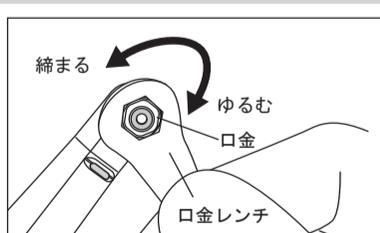

図9
- 2) 付属の口金レンチで口金はずし（図9）、口金及び軸部を超音波洗浄器で約5分間洗浄します。また、口金はずしたハンドピース部は、ハンドピース後部よりパナスプレープラスを差し込み洗浄します。（5. 注油を参照）
- ・口金がしっかり取り付けられていることを定期的を確認してください。口金部にゆるみのある場合、口金レンチでしっかりと締め直してください（図9）。使用中に脱落する等のおそれがあります。